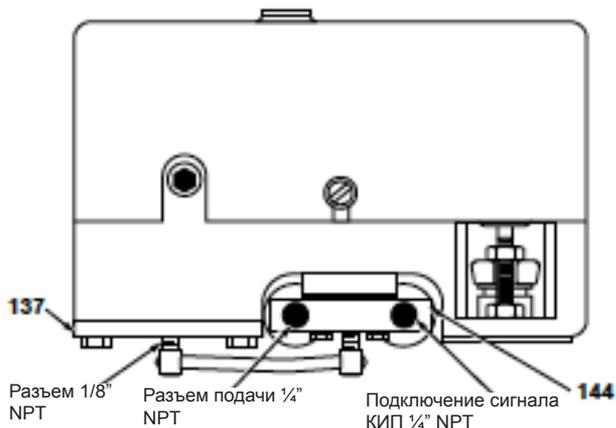

Рисунок 11 - Соединения с позиционером 7700P
- Двухпозиционный клапан: подключите линию подачи воздуха непосредственно к резьбовому соединению 1/8" NPT в крышке мембраны (137).
- Регулирующий клапан с позиционером 7700P (пневматический сигнал): подключите линии подачи и сигнальные линии КИП к соответствующим соединениям на блоке коллектора (144) (рис. 11). Используйте трубки 4 x 6 мм (наружный диаметр - 1/4 дюйма).